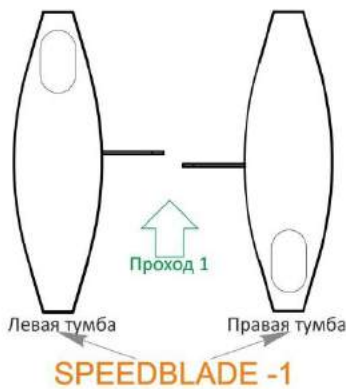

Рис. 8 - Инструмент и вспомогательное оборудование для размещения и монтажа
**2.2.4 Используемый инструмент и вспомогательное оборудование (Рис.8):**